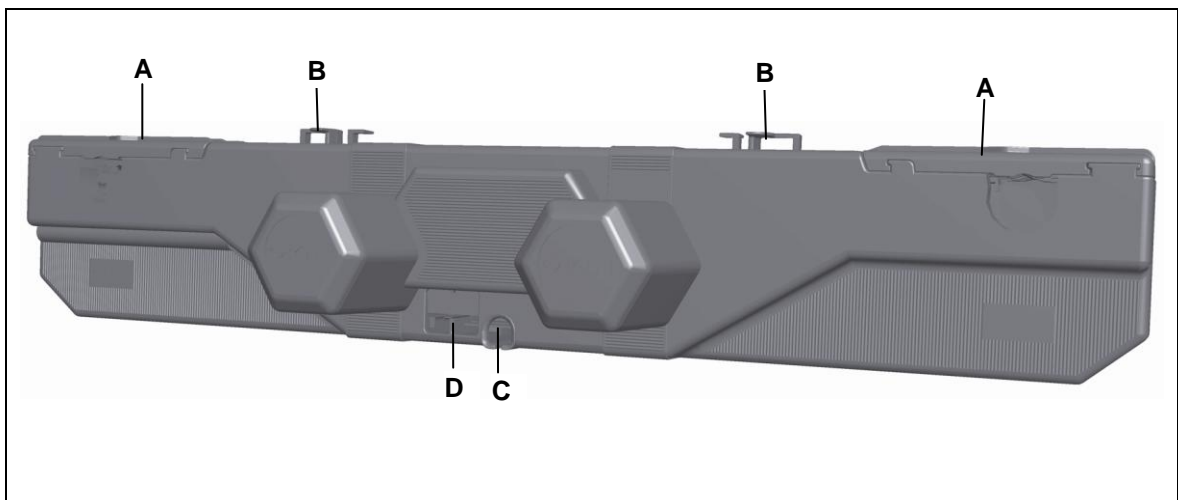

Abbildung 2 Hauptbestandteile der Doppelantriebe OKIMAT 2 / OKIMAT 3
- 2 Ziehen Sie die Schließer (A) mit etwas Kraft seitlich komplett ab. Die Aufnahmen (B) für die Beschläge (D) werden frei.
- 3 Bringen Sie den OKIMAT 2 / OKIMAT 3 in die richtige Position zur Applikation. Die Aufnahmen für die Rücken- und Beinseite müssen den jeweiligen Beschlägen an der Applikation zugeordnet sein (Symbole am OKIMAT 2 / OKIMAT 3 siehe Abbildung 2).
- 4 Schieben Sie den Antrieb mit den Aufnahmen (B) auf die Beschläge (D). Üben Sie dabei etwas Druck aus, bis die Rohre in den Aufnahmen einrasten.
- 5 Schieben Sie die Schließer (A) wieder auf den Antrieb, bis sie einrasten. Der OKIMAT 2 / OKIMAT 3 ist fest mit der Applikation verbunden.